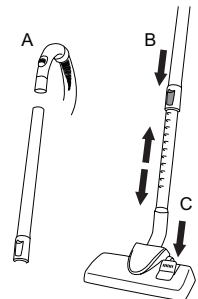

Abbildung 3A & B
2. Schieben Sie die Aufsteckrohre auf den Griff des Schlauchs, siehe Abbildung 3A.